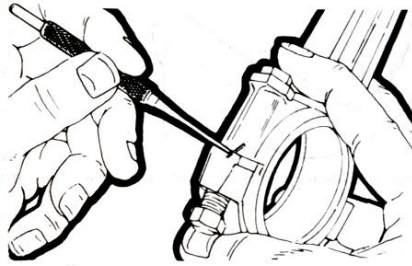

Fig. 3.28 Identificación de las bielas
3. Desmontaje del cigüeñal: Utilizando un punzón, marque las tapas correspondientes de los cojinetes principales y los asientos atendiendo de acuerdo a la posición (Ver Fig. 3.28). Utilizando números de golpe, identifique las bielas y tapas correspondientes de acuerdo con el cilindro. Quite las tapas principales y de las bielas, y coloque manguitos de tubo de plástico sobre los tornillos de las bielas para proteger los muñones al sacar el cigüeñal. Levante el cigüeñal fuera del bloque.